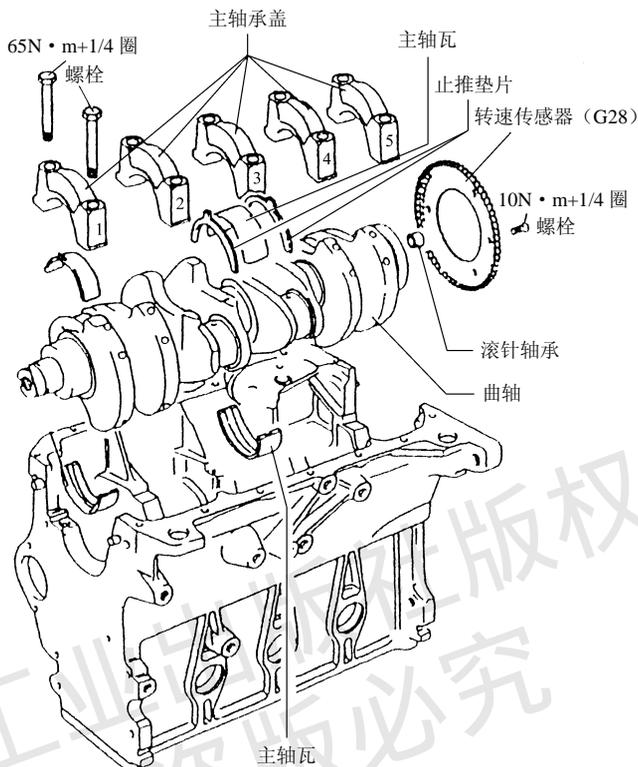

图 1.25 拆卸曲轴轴承盖并做记号
(3) 拆卸曲轴飞轮组
- ① 将发动机倒放,拆下飞轮固定螺栓,将飞轮与曲轴打好位置记号,以免装复时破坏原有的动平衡;取下飞轮。
② 按先松两端轴承、后松中间轴承的顺序，用扭力扳手将曲轴轴承固定螺栓分两次松开，拆下曲轴轴承盖。在拆卸时，应注意同轴轴承盖是否有方向及位置记号，若没有应重新做记号，如图 1.25 所示。